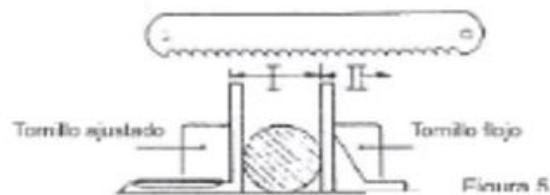

Figura 27: Posición correcta de la segueta.
- La posición correcta de la segueta está indicada en la figura 27.